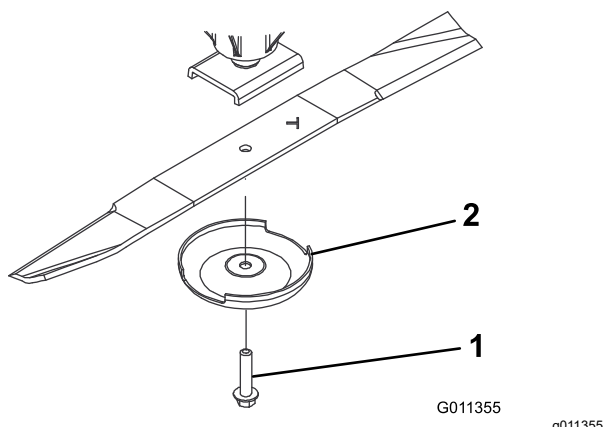

Figura 72
- Afferrate l'estremità della lama utilizzando un panno o un guanto imbottito e rimuovete il bullone della lama, la coppa antistrappo e la lama dall'asse del fusello (Figura 72).
4. Usate la coppa antistrappo e il bullone della lama per montare la lama con la costa rivolta verso il piatto di taglio (Figura 72).